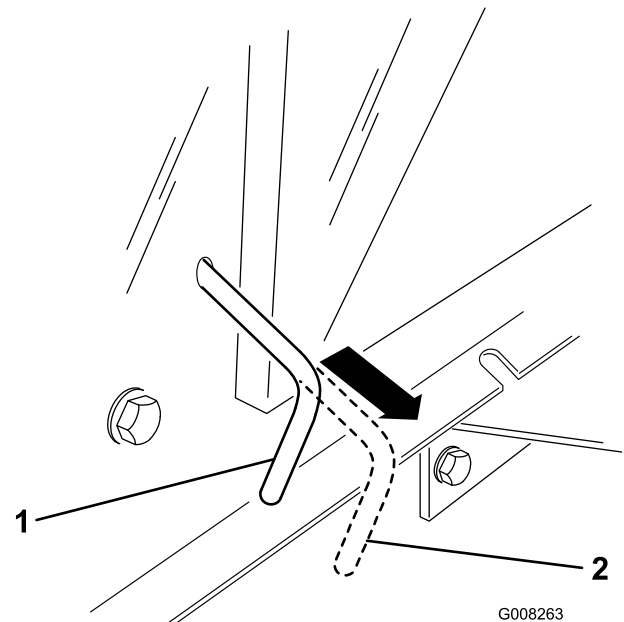

Bild 15
Hinweis: Dadurch wird der Antrieb ausgekuppelt, und die Räder befinden sich im Freilauf (Bild 15).
2. Stellen Sie den Antriebshebel in die Betriebsstellung (Bild 15), um das Antriebssystem einzukuppeln.